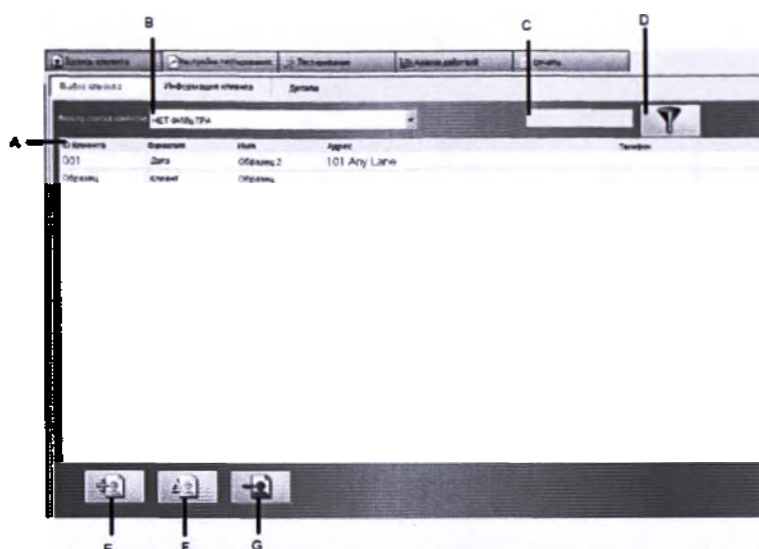

Рисунок 3-3. Выбор пациента – Список пациентов
I. ЭКРАН ПРОСМОТРА СПИСКА ПАЦИЕНТОВ (РИСУНОК 3-3)
Шаг 1. На экране Client List (Рисунок 3-3) нажать  в нижней левой части экрана.